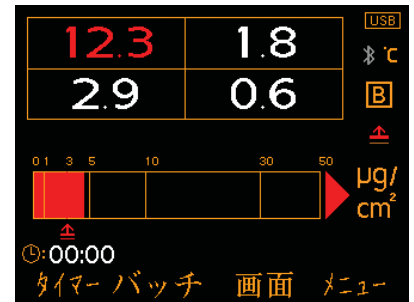

図5: 読み取り値 x4と棒グラフ
- 棒グラフ（図5）：現在の読み取り値と最大値（Hi）、最小値（Lo）、平均値（ $\bar{x}$ ）を刻んだ横棒を表示します。1回読み取るたびに更新されます。